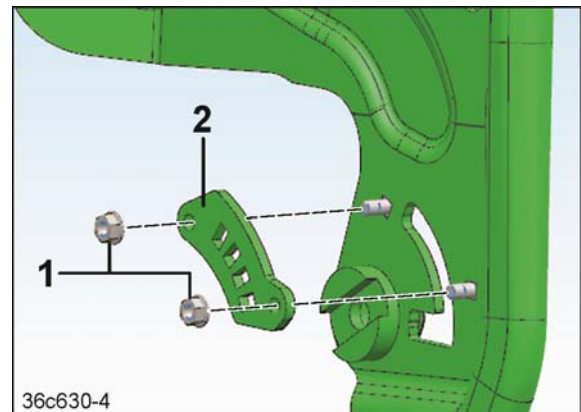

Fig. 309
4. 2 Sicherungsmuttern M 8 (Fig. 309/1) lösen
5. Raster (Fig. 309/2) austauschen.
6. 2 Sicherungsmuttern M 8 (Fig. 309/1) ansetzen und festziehen